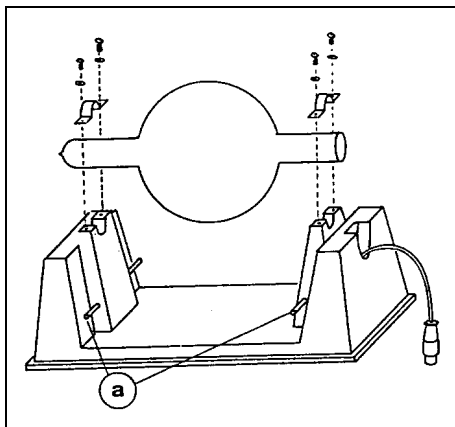

Fig. 2.1
Bitte beachten: Rohr so auf den Ständer legen, daß die Achse des Elektrodensystems lotrecht verläuft (s. Fig. 2.1).
Beide Spulen mit den verschiebbaren Stiften ① fixieren (Fig. 2.1/2/3).
Important: the tube must be placed in the holder so that the axis of the electrode system is completely vertical (see Fig. 2.1).
Fix the two coils in position using the sliding pins ① (Fig. 2.1/2/3).